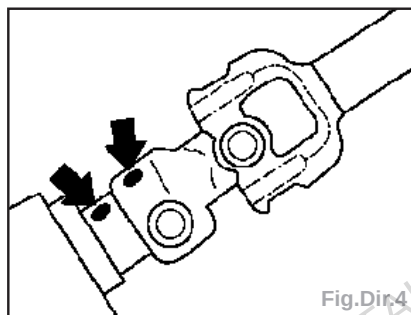

Fig.Dir.4
- L'écrou de bride et joint universel de colonne de direction sur le pignon de boîte de transfert, apposer des repères de positionnement (flèches) sur le pignon et le joint (Fig.Dir.4).